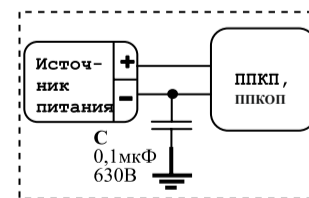

Рисунок 3
**ВНИМАНИЕ!!! В ЦЕЛЯХ ПОВЫШЕНИЯ ПОМЕХОУСТОЙЧИВОСТИ СИСТЕМЫ ПОЖАРНО-ОХРАННОЙ СИГНАЛИЗАЦИИ МИНУСОВОЙ ПРОВОД ИСТОЧНИКА ПИТАНИЯ ППКП ( ППКОП) РЕКОМЕНДУЕТСЯ ЗАЗЕМЛЯТЬ ЧЕРЕЗ НЕПОЛЯРНЫЙ КОНДЕНСАТОР ЕМКОСТЬЮ 0,1–0,47 МКФ × 400 В ( ИЛИ БОЛЕЕ). НАПРИМЕР: К73-17, 0,1 МКФ, 630 В (см. рисунок 3).**